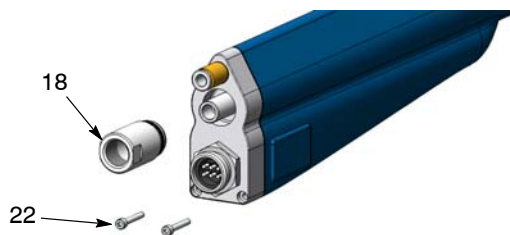

Figura 23 Demontarea șuruburilor și a piuliței de blocare ale radiatorului
5. A se vedea Figura 23. Desfaceți cele două șuruburi (22) cu o cheie hexagonală de 2,5 mm, apoi deșurubați piulița de blocare (18).
6. A se vedea Figura 23. Înșurubați piulița de blocare (18) pe tubul pentru pulbere și strângeți-o bine. Nu îl strângeți prea mult deoarece puteți deteriora filetele din plastic ale tubului pentru pulbere.
7. Instalați două șuruburi cu cap de cheie frontală (22) în radiator și strângeți-le bine.